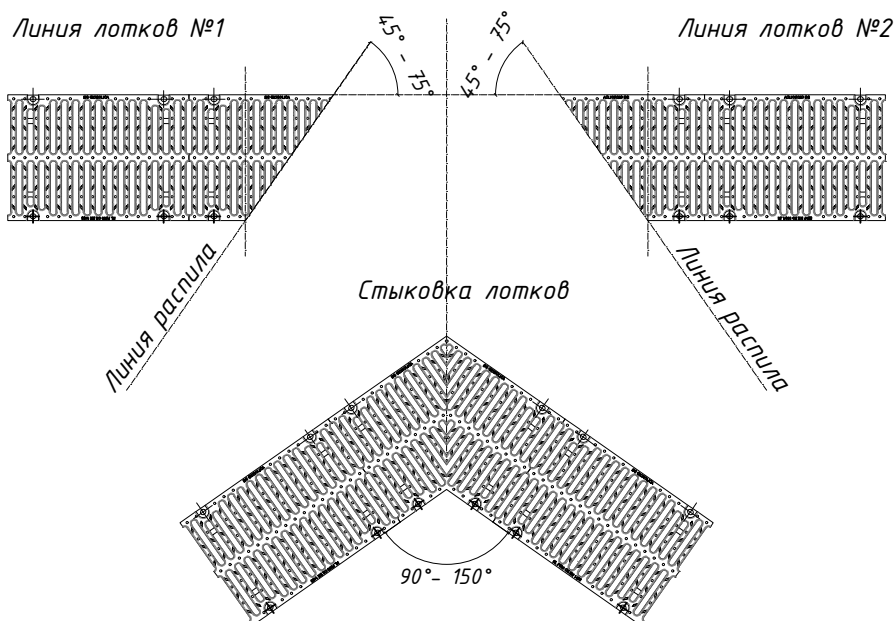

Рис.6 Схема резки решетки
14. При необходимости соединения лотков под произвольным углом, отличным от угла 90°, необходимо распилить лотки и решетки по месту стыка под углом равным половине требуемого угла (рис.6).